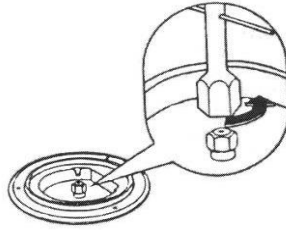

Рис. 6. Замена сопла горелки верхнего стола спомощью ключа 7 мм.
- Используя торцевой трубчатый ключ размером 7 мм заменить сопла согласноТабл.2(Рис. 6).